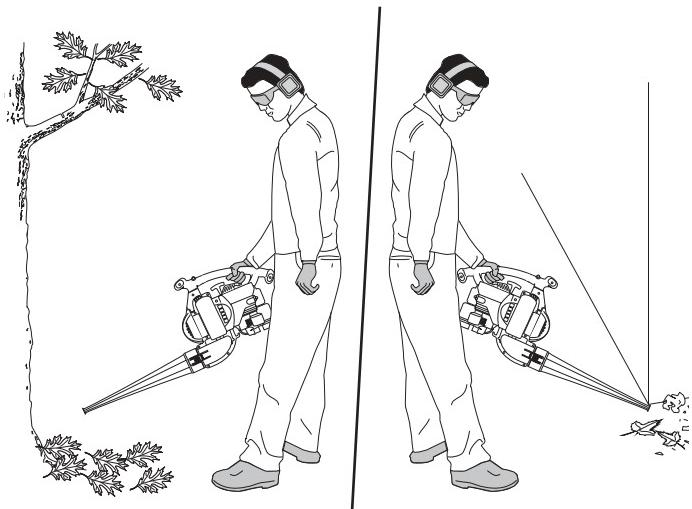

Fig. 14
- 1 Utiliser la souffleuse pour le déblayage des arbres, buissons, massifs de fleurs et autres endroits difficiles à nettoyer (Fig. 14).
- 2 Utiliser l'outil pour le nettoyage des bâtiments et autres applications normales (Fig. 14).